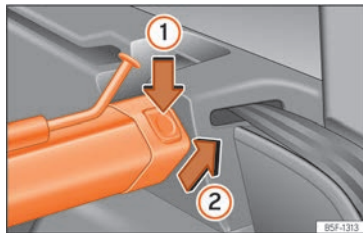

Abb. 139 Im Gepäckraum: Trennnetz abnehmen.
- Linke oder rechte Entriegelungstaste »» Abb. 139 in Pfeilrichtung (1) drücken.
- Stützschale in Pfeilrichtung »» Abb. 139 (2) abnehmen.
- Schale der Träger links und rechts entgegen der Pfeilrichtung drücken »» **Abb. 139** ②, bis diese einrastet.